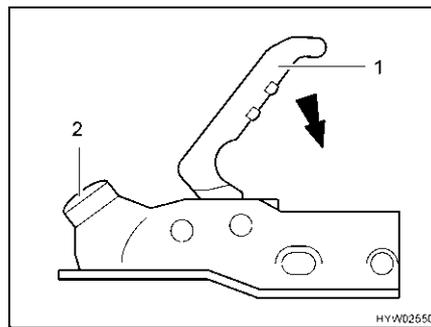

Bild 2 Anhängerkupplung AK 300/160
- Die geöffnete Anhängerkupplung (Bild 2) auf die Anhängerkugel des Zugfahrzeugs aufsetzen. Die Anhängerkupplung rastet selbstständig und hörbar ein. Der Griff gleitet selbsttätig in seine Ausgangsstellung zurück.
- Zusätzlich den Kupplungsgriff (Bild 2,1) mit der Hand (nicht mit dem Fuß) nach unten drücken. Das Schließen und Sichern erfolgt automatisch.
- Sichtkontrolle durchführen: Der grüne Zylinder der Sicherheitsanzeige (Bild 2,2) muss sichtbar sein.